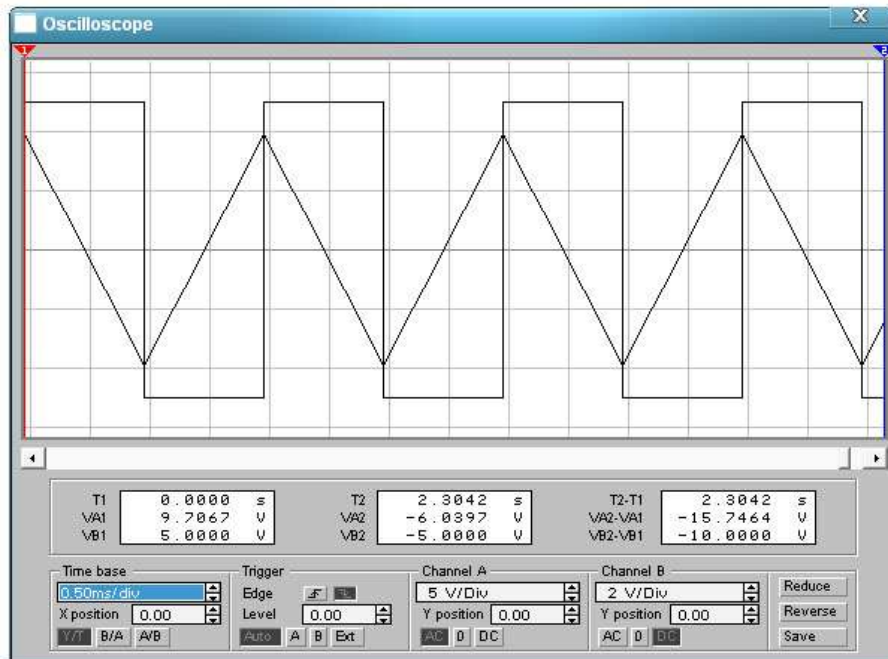

Рис. 6.5
3. К первому каналу осциллографа подключить входное напряжение. Второй канал осциллографа подключить на выход ОУ и отрегулировать его так, чтобы на экране было изображение не менее одного периода напряжения. Записать масштабы времени  $m_t$  и напряжения  $m_{u1}$  и  $m_{u2}$ . Скопировать осциллограмму входного и выходного напряжений (рис. 6.5).
7. Отрегулировать осциллограф так, чтобы на экране было изображение не менее одного периода напряжения. Записать масштабы времени  $m_t$  и напряжения  $m_{u1}$  и  $m_{u2}$ . Скопировать осциллограмму входного и выходного напряжений (рис. 6.5). По осциллограмме выходного напряжения определить его действующее значение  $U_{ВЫХ} = \frac{|u_{\max}|}{\sqrt{2}}$ .